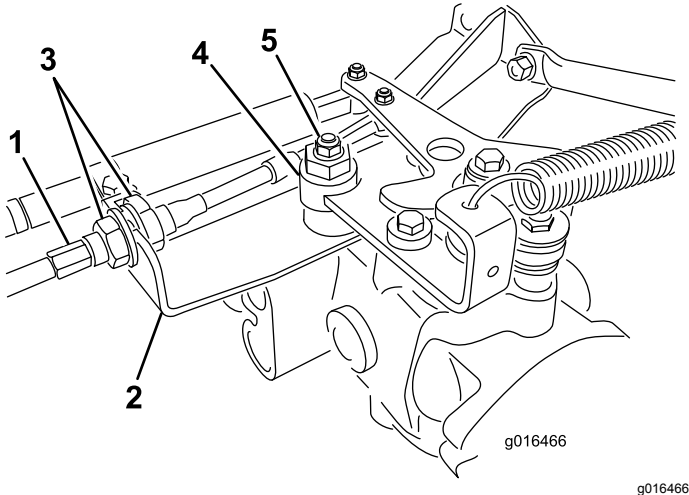

Figura 40
- A. Afloje las dos contratuercas que fijan el cable de control de tracción a la escuadra del hidrostato (Figura 40). Asegúrese de aflojar ambas contratuercas uniformemente, y lo suficiente como para permitir el ajuste.
**Nota:** Afloje la tuerca que sujeta el excéntrico a la parte superior del hidrostato (Figura 40).
- E. Cuando la rueda deje de girar, apriete la tuerca para bloquear el excéntrico y el ajuste (Figura 40).
- G. Desde cada lado de la escuadra, apriete las contratuercas uniformemente, fijando el cable de tracción a la escuadra (Figura 40). No tuerza el cable.